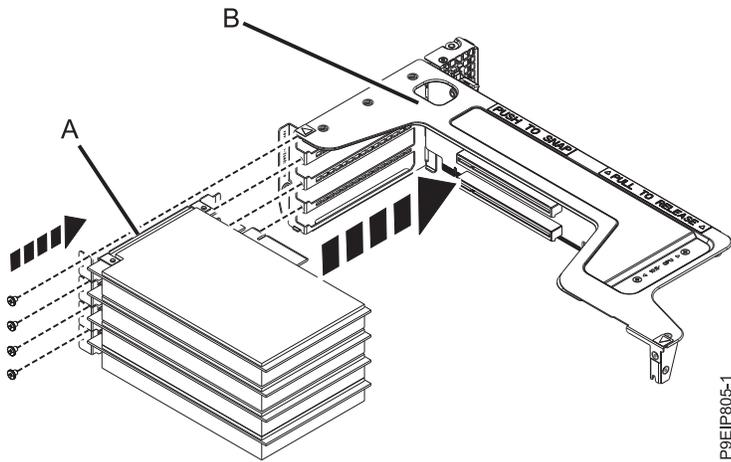

Figura 59. Inserción de un adaptador PCIe en la tarjeta de expansión
- b. Conecte el adaptador (A) en la ranura adecuada en la tarjeta de expansión del adaptador PCIe (B), como se muestra en la Figura 59 en la página 54.